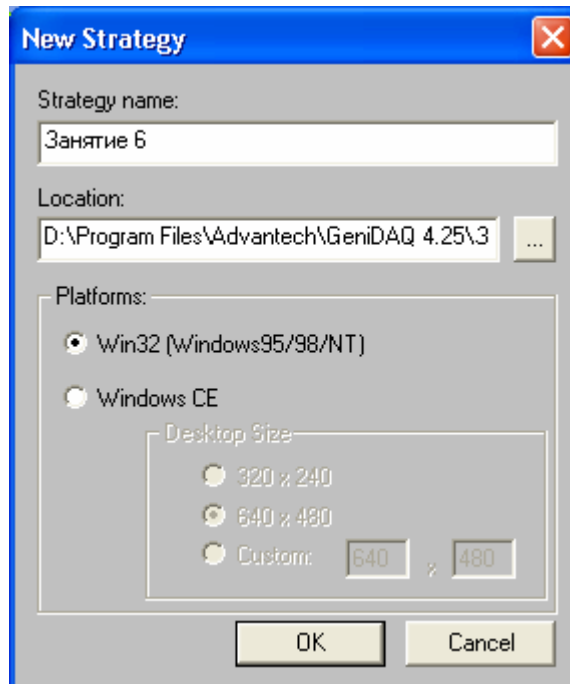

Рис. 4.101. Диалоговое окно конфигурирования приложения
1. Выполните *первое действие* из занятия 1. Создаваемое приложение настройте в соответствии с рис. 4.101.